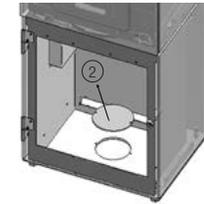

Abb. 3b
2. Demontieren Sie den Verschlussdeckel (Abb. 3b).